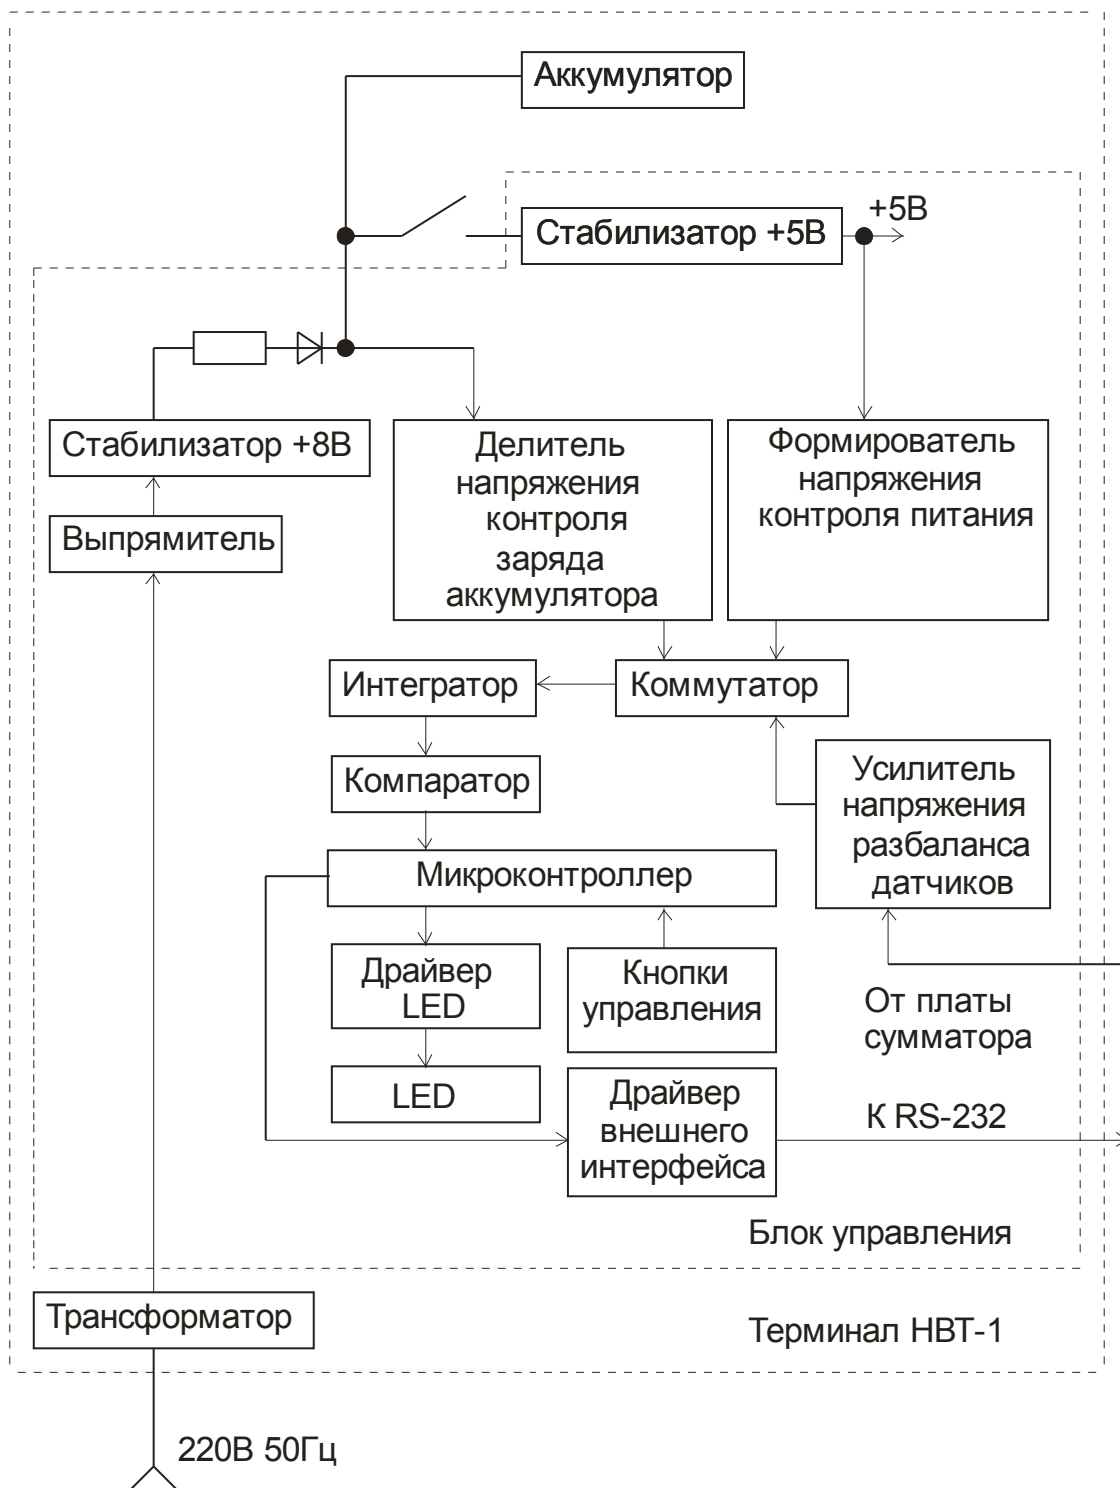

Рис.6.1. Структурная схема терминала НВТ-1
6.2.1 Структурная схема терминала приведена на рис.6.1. Назначение отдельных элементов описано в таблице 6.1 (Электрическую принципиальную схему блока управления см. в Приложении А).